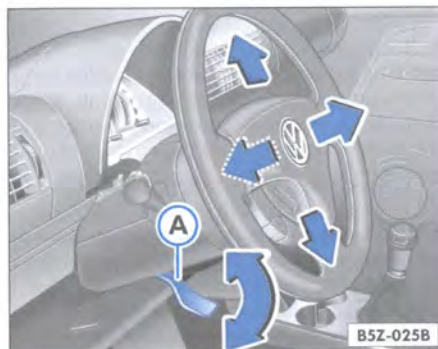

Fig. 104 Ajuste de la columna de dirección
- Accione hacia abajo la palanca ⇒ fig. 104 A situada debajo de la columna de dirección ⇒ ⚠.